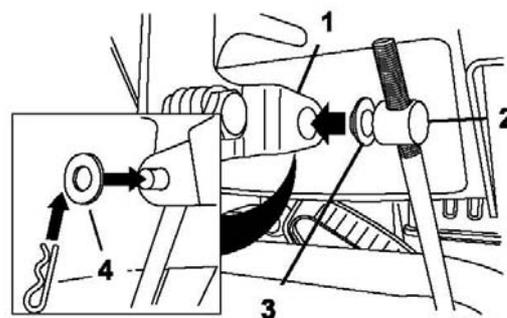

Рисунок 11.
3. Снимите шпильку и внешнюю прокладку с цапфы на верхнем конце штока переключения скоростей. (Рис. 11)
Уточнение: Чтобы упростить установку, оставьте плоскую прокладку на цапфе (Рис. 11)
6. Поднимите шток переключения скоростей и вставьте цапфу в отверстие на рычаге (Рис. 11).
- В. Отсоедините цапфу от рычага переключения скоростей. (рис.11)
- С. Поверните цапфу вниз (по часовой стрелке) на штоке управления переключением скоростей. (Рис. 11)
- Д. Соедините цапфу с рычагом переключения скоростей (Рис. 11)
- В. Отсоедините цапфу от рычага переключения скоростей. (рис. 11)
- С. Поверните цапфу вверх (против часовой стрелки) на штоке управления переключением скоростей. (рис. 11)